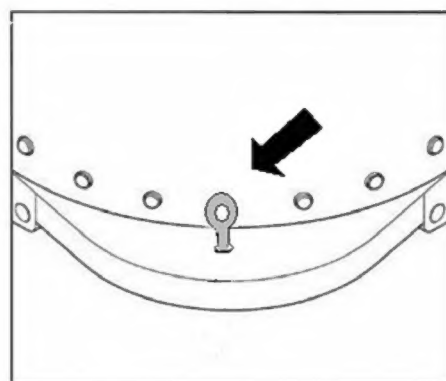

图 11
这时才拆下切换开关油室底部耦合器上的锁止带(图 11)。
这时才拆除分接选择器耦合器上的锁止带(图 11)。之后一定不要再转动藕合器。
(6) 取下切换开关上涂有红色油漆标志的定位件(图 11)。
(7) 拆下切换开关油室上连接引线的 M10 螺母、屏蔽罩等零件,将分接选择器引线紧固在切换开关对应的引出触头上,并盖上屏蔽罩。